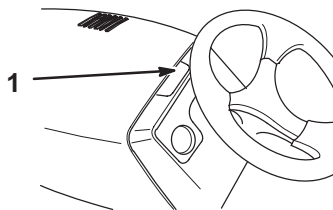

Bild 2
2. Schieben Sie den Motorhaubenriegel nach links (Bild 2).